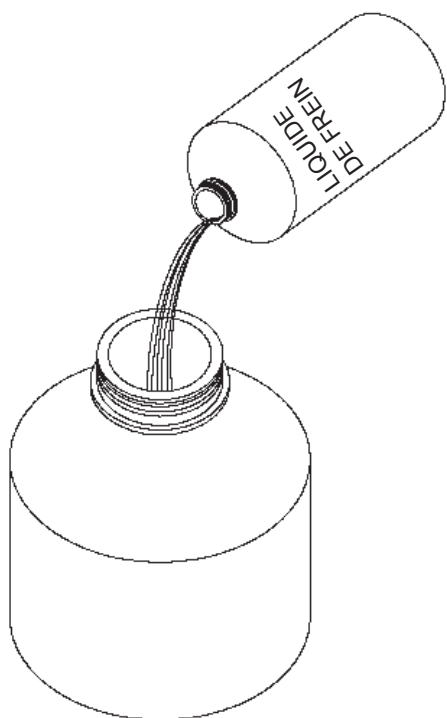

Figure 1.
1. Remplir le réservoir de 1200 ml (40 onces) avec du liquide de frein recommandé par le fabricant du véhicule jusqu'à atteindre un niveau de liquide supérieur à celui qui sera purgé (Figure 1) et installer le couvercle. Ou retirer le couvercle d'une bouteille standard de liquide de frein de 12 et 32 onces et visser la sur le Bouchon Adaptateur d'une taille appropriée.